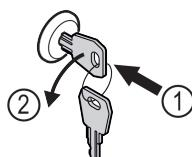

Fig. 170
- Вдавити ключ. Fig. 170 (1)
- Повернути ключ на 90° проти годинникової стрілки. Fig. 170 (2)